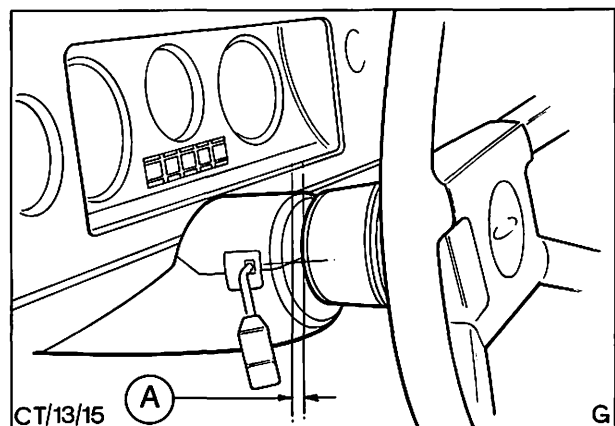

Abb. 10 Einbaulage - Lenksäulenverkleidung
31. Obere Hälfte der Lenksäulenverkleidung aufsetzen und in die Halteklammer drücken. Untere Hälfte anschrauben. Abstand zwischen Lenkrad und Lenksäulenverkleidung auf $0,2 \text{ mm}$ einstellen. Abb. 10.